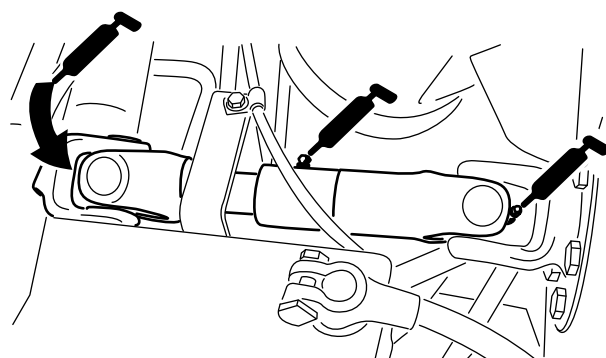

Figura 47
- Articulación de cardán del árbol de transmisión de la bomba (3) (Figura 47)